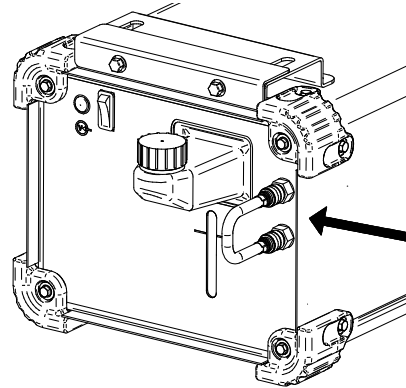

Abb. 5.
- Schließen Sie den Schlauch an den Wasserschellanschluss (im Lieferumfang enthalten) an Vor- und Rücklauf des Kühlers an (Abb. 5).